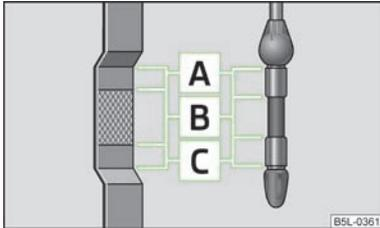

Abb. 144
Der Ölmessstab zeigt den Motorölstand an » Abb. 144.
- › Es **muss** Öl nachgefüllt werden » Abb. 144. Es genügt, wenn der Ölstand danach im Bereich **[B]** liegt.